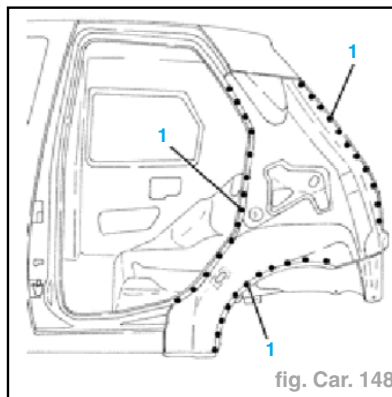

fig. Car. 148
- Fauter les points de soudure sur les bords, côté supérieur, sur le côté proche du bas de caisse, à proximité du logement de la gâche puis déposer l'aile (1) fig. Car. 148).